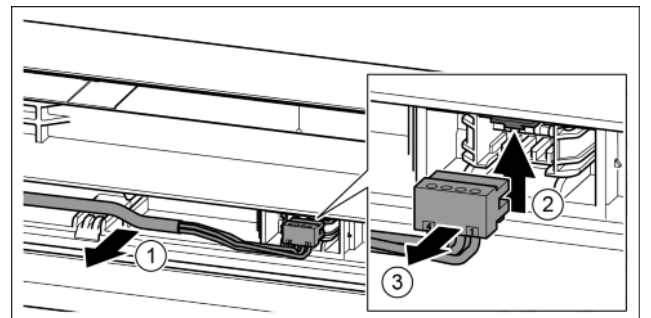

Fig. 18
- ▶ Обережно витягніть сірий кабель з направляючої в дверцятах. *Fig. 18 (1)*
- ▶ Притисніть з'єднувальну накладку вгору. *Fig. 18 (2)*
- ▶ Обережно витягніть штекер. *Fig. 18 (3)*